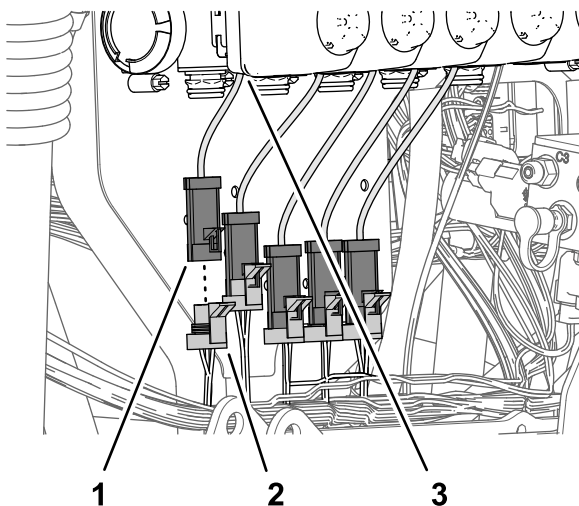

Figura 114
2. Ligue o conector de três tomadas (Figura 114) da secção com 89 cm da cablagem do kit rotulado VÁLVULA DO BICO 1 (nozzle valve 1) no
3. Ligue o conector de três tomadas (Figura 114) da secção com 89 cm da cablagem do kit rotulado VÁLVULA DO BICO 2 (nozzle valve 2) no conector de três pinos do atuador da válvula (posição 2).
4. Ligue os restantes conectores de três tomadas da secção com 89 cm da cablagem do kit no conector de três pinos dos atuadores da válvula (Figura 114).